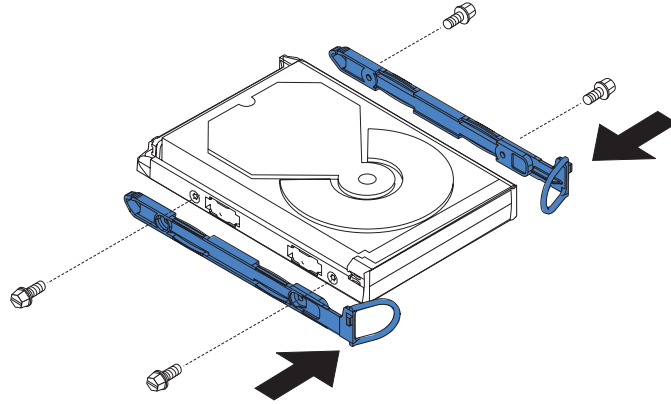

図 161. SAN ボリューム・コントローラー 2145-4F2 ディスク・ドライブへのレールの取り付け
8. ディスク・ドライブを別のものと交換する場合は、新しいディスク・ドライブに同梱のレールとねじを見つけます。573 ページの図 161 に示すように、レールをディスク・ドライブに取り付けます。